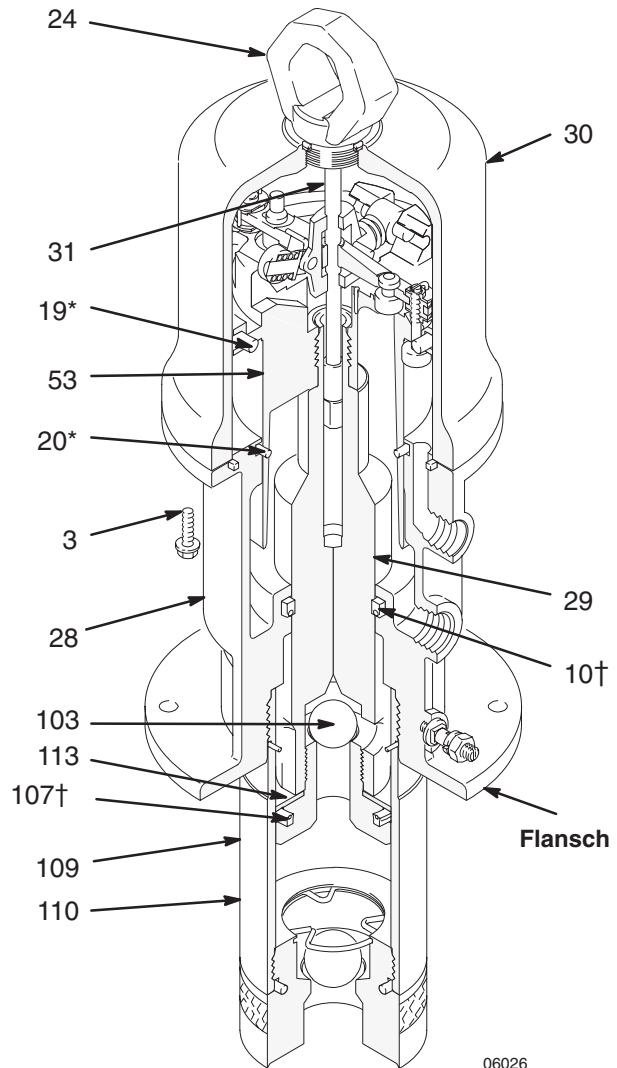

Abb. 3
2. Die Schläuche abziehen, die Pumpe von der Halterung nehmen und das Luftmotorgehäuse (28) horizontal in einen Schraubstock klemmen, wobei die Backen des Schraubstockes den Flansch umfassen.
3. Mit einem Bandschlüssel den Unterpumpenzylinder (110) aus dem Gehäuse (28) des Luftmotors schrauben. Siehe Abb. 3.
4. Kolben/Ventilsitz (109) mit Schlüsseln oder mit dem Schraubstock und einem Schlüssel von der Stange (29) schrauben.
5. Kolbenkugel (103), U-Packung (107†) und Kolbenscheibe (113) entfernen.
6. Luftmotorgehäuse aus dem Schraubstock nehmen und die Schlüsselflächen der Kolbenstange (29) so in den Schraubstock einspannen, daß der Luftmotor nach oben gerichtet ist.
7. Den Ring (24) lösen. Den Ring hochziehen, die Steuerstange (31) mit der geschützten Zange ergreifen und den Ring von der Stange abschrauben.
8. Die sechs Schrauben (3) entfernen, mit denen der Zylinder (30) am Gehäuse (28) befestigt ist. Den Zylinder vorsichtig gerade vom Kolben (53) abziehen.
- Die Kolbenstange (29) durch die Packung nach unten schieben und den Kolben (27) in das Gehäuse (28) des Luftmotors geben.
- Das Luftmotorgehäuse (28) horizontal in einen Schraubstock einspannen, indem die Schraubstockbacken am Flansch angesetzt werden.
- Die U-Packung (107†) mit den Lippen nach oben installieren und die Kolbenscheibe (113) auf den Kolben-/Ventilsitz (109) geben.
- HINWEIS:** Darauf achten, daß die Lippen der U-Packung (107†) nach oben weisen. Siehe Abb. 3.
- Die Kolbenkugel (103) in die Kolbenstange (29) geben.
- Loctite® auf das Gewinde des Kolben-/Ventilsitzes (109) auftragen und den Satz von Schritt 14 auf die Kolbenstange (29) drehen.
- Die Schlüsselflächen des Kolben-/Ventilsitzes (109) in einen Schraubstock einspannen und mit einem Gänsefußschlüssel die Kolbenstange (29) mit 29 bis 44 N.m in den Ventilsitz eindrehen.
- Mit einem Bandschlüssel den Unterpumpenzylinder (110) auf das Luftmotorgehäuse (28) schrauben und mit einem Gänsefußschlüssel auf 70 bis 77 N.m anziehen.